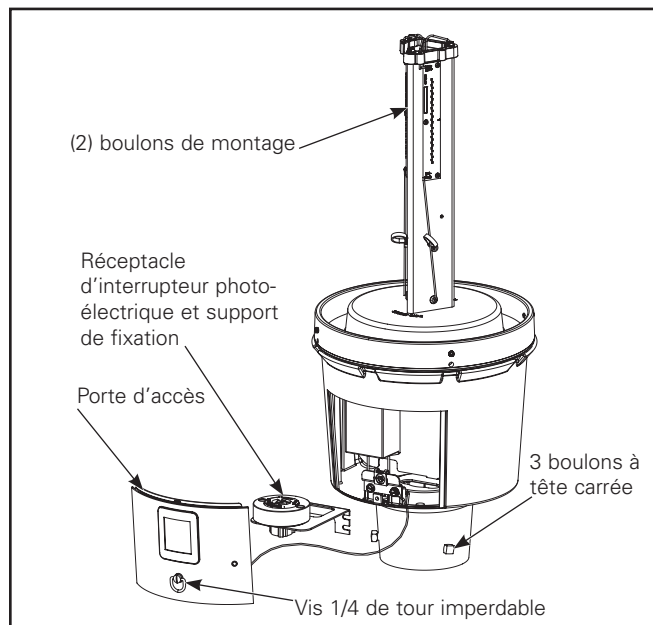

Figure 1.
1. Retirez la porte d'accès en tournant la vis 1/4 de tour imperdable dans le sens des aiguilles d'une montre pour débloquer le mécanisme de verrouillage. (Figure 1.)